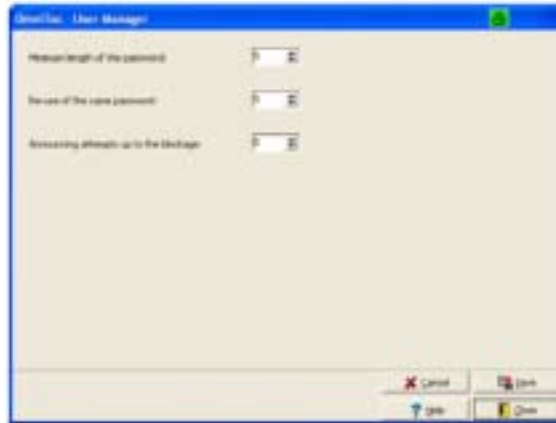

图72 User Manager (用户管理员) 窗口
3. 在**User Manager**（用户管理员）窗口（图72），点击**SETUP**（设置）。